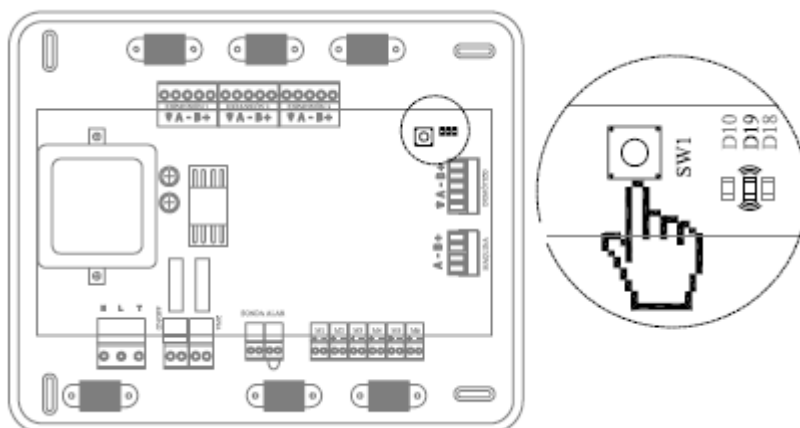

Fig. 27
* *Reset del sistema.* En caso de necesitar resetear todo el sistema, mantenga pulsado SW1 hasta que el LED 19 deje de parpadear (fig. 27).